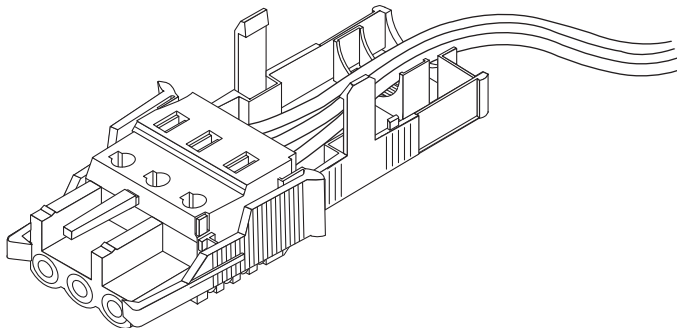

ABBILDUNG 5-7 Hinausführen der Drähte aus dem unteren Teil der Zugentlastungsvorrichtung
2. Führen Sie die drei von der Gleichstromquelle kommenden Drähte durch die Öffnung am Ende des unteren Teils der Zugentlastungsvorrichtung (ABBILDUNG 5-7).